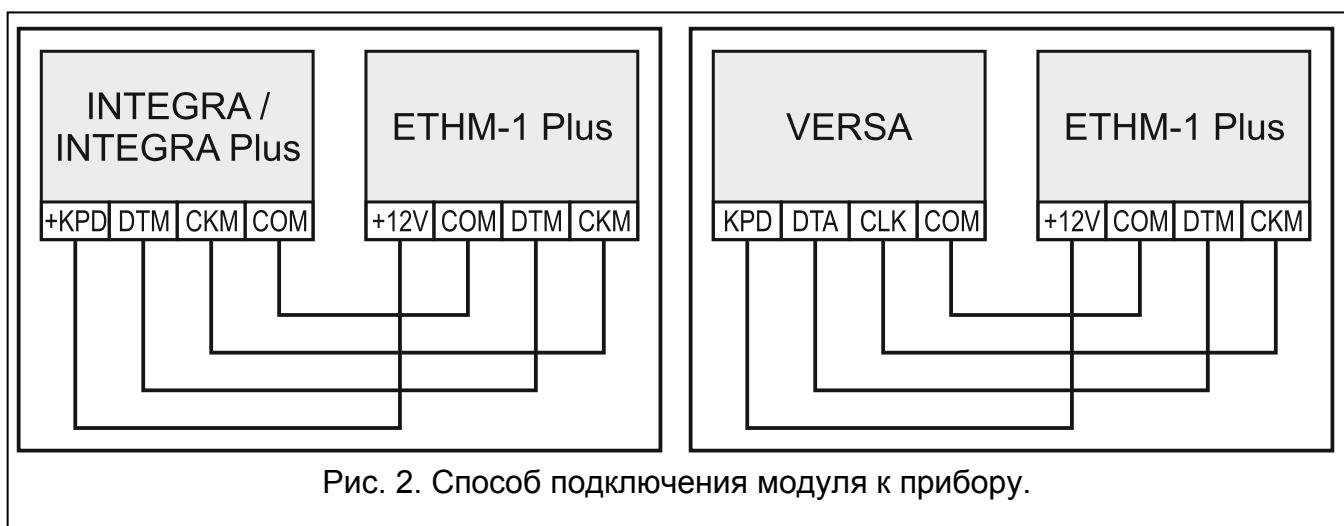

Рис. 2. Способ подключения модуля к прибору.
3. Клеммы +12V, COM, DTM и CKM модуля подключите к клеммам приемно-контрольного прибора (рис. 2). Для подключения следует использовать простой неэкранированный кабель. В случае использования кабеля типа «витая пара» следует помнить, что сигналы CKM (clock) и DTM (data) не должны передаваться одной витой парой проводов. Провода должны подводиться в одном кабеле.